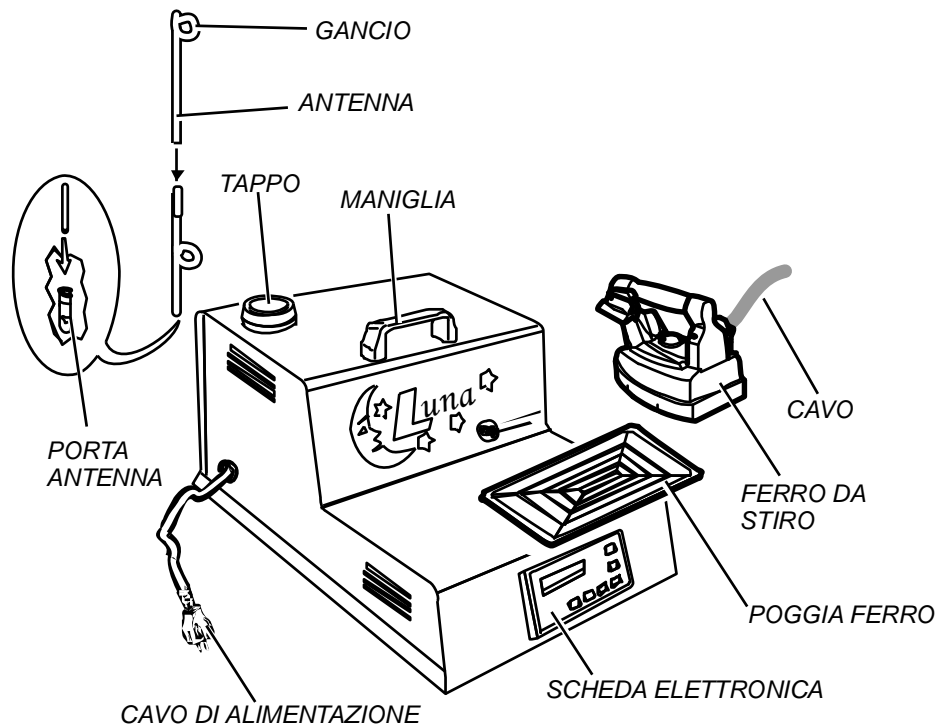

Fig. 1
Per il trasporto e la movimentazione della LUNA PLUS servirsi esclusivamente dell'apposita maniglia. Mai tirare i cavi elettrici (fig. 1)
2. Estrarre la LUNA PLUS dalla scatola, inserire l'antenna nell'apposito porta antenna (fig. 1) situato sul retro della LUNA PLUS, avendo l'avvertenza di inserirla bene fino in fondo.
4. Posare il ferro sul poggia ferro in gomma in dotazione (fig. 1).